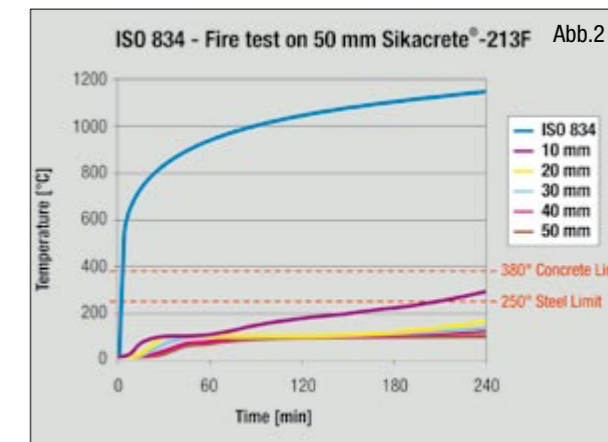

Abb.2
- ISO 834:** rest 4 ore (fig. 2)